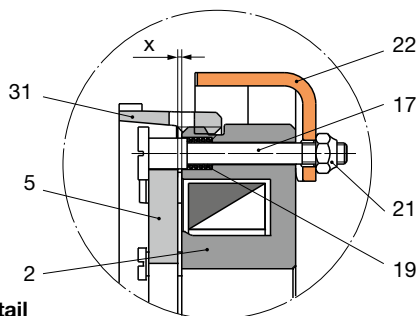

Bild 3: Detail
Beim Einstellen an den Sicherungsmuttern (21, Bild 3) ist zu beachten:
Die Rückholbolzen (17) dürfen nur soweit über die Sicherungsmuttern (21) angezogen werden, dass zwischen Ankerscheibe (5) und Spulenträger (2) mindestens das Einstellmaß „x“ nach Tabelle 1 und Bild 3 bestehen bleibt. Dabei beide Rückholbolzen (17) gleichmäßig einstellen!